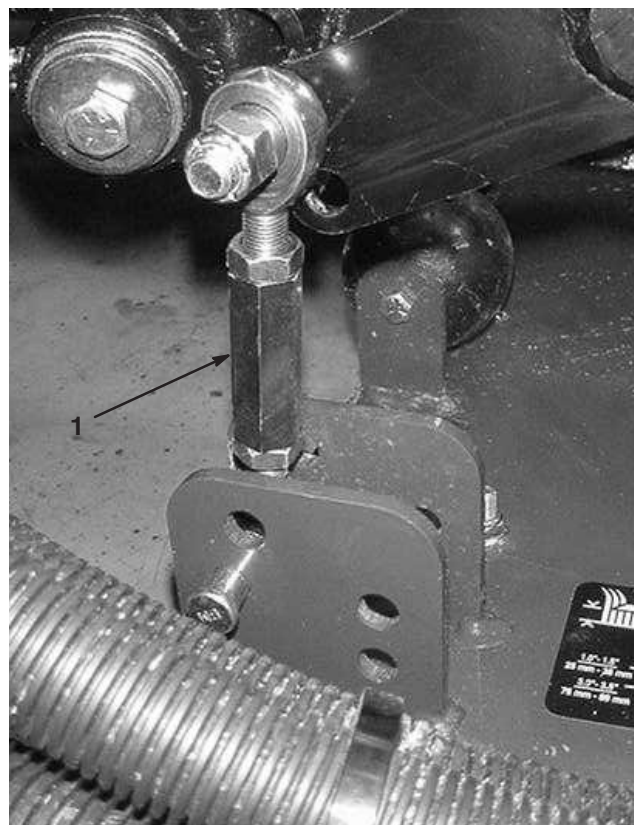
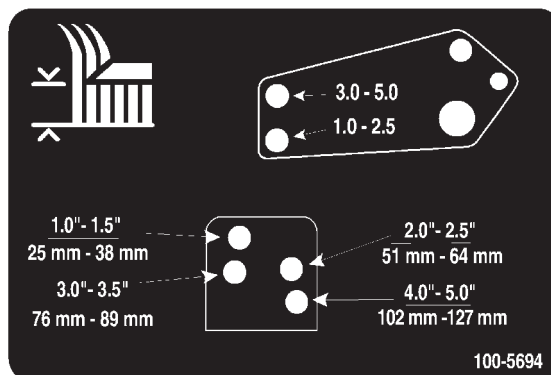

Bild 18
Bild 19
8. Entfernen Sie die Splints und Lastösenbolzen, mit denen die Stoßdämpferverbindungen an den Mähwerkbügeln befestigt sind (Bild 18). Fluchten Sie die Stoßdämpferverbindungs Löcher mit den ausgewählten Löchern im Schnitthöheneinstellbügel am Mähwerkrahmen ab (Bild 19), stecken die Lastösenbolzen ein und bringen die Splinte an.